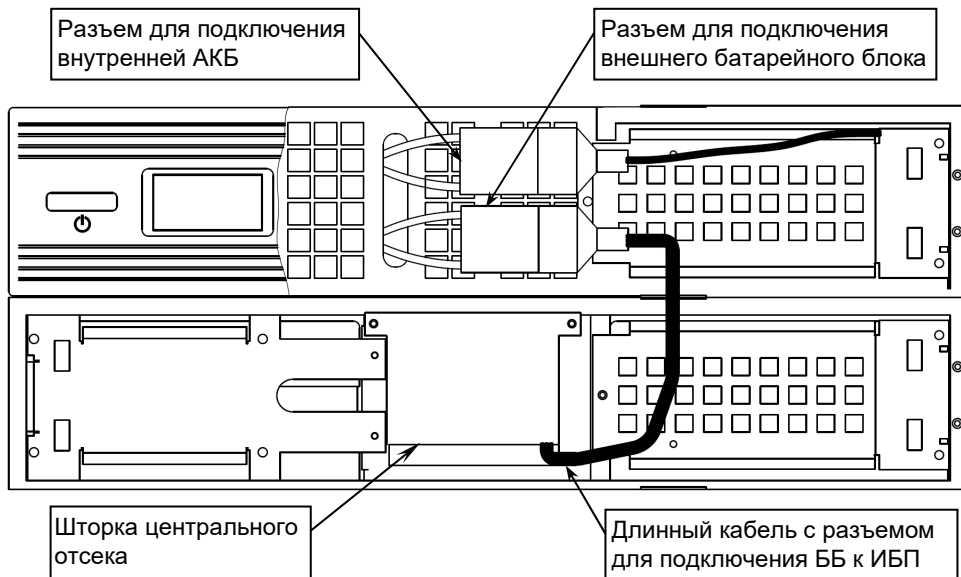
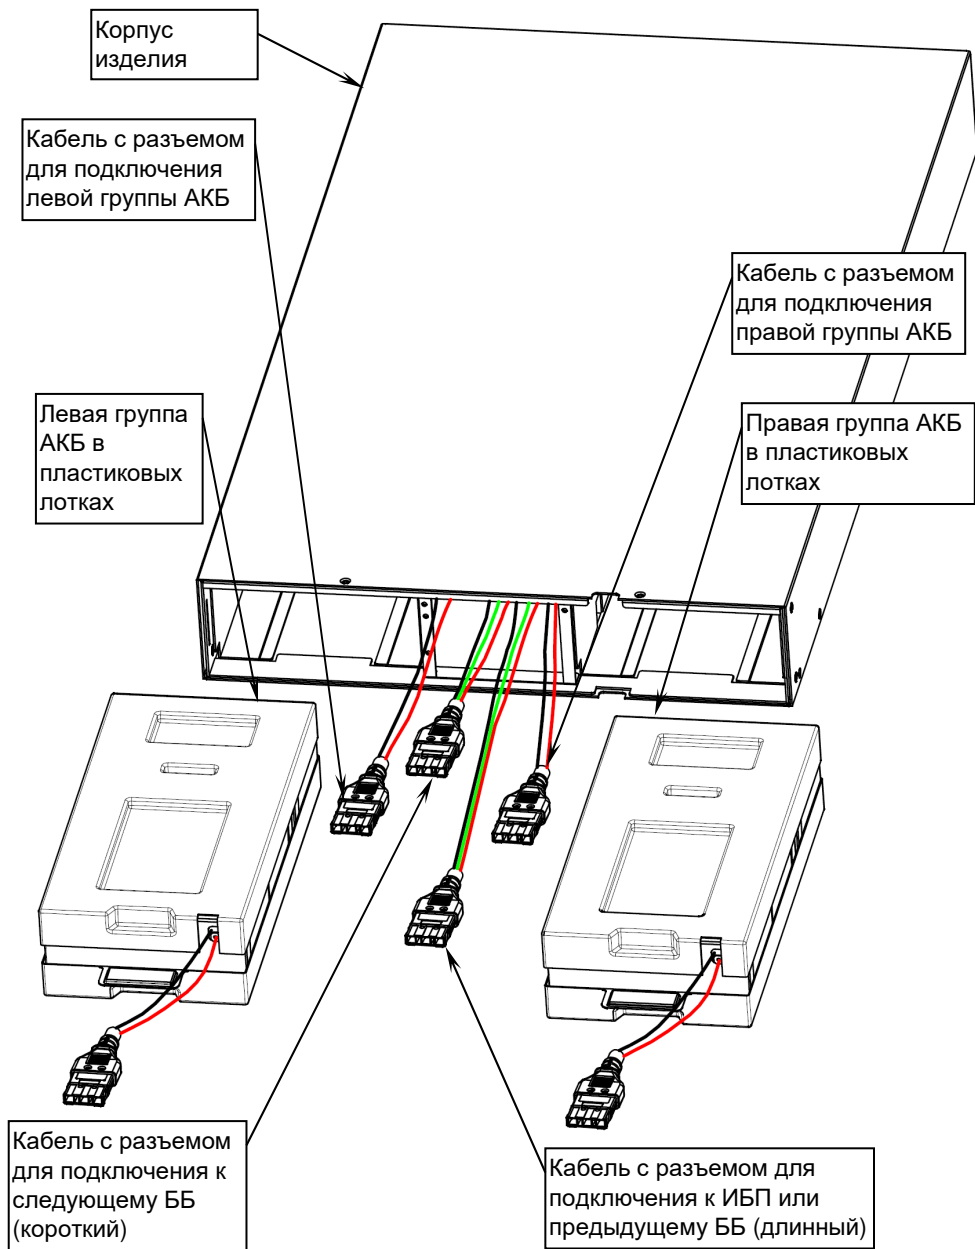

Рисунок 5 – схема подключения батарейного блока к ИБП
Рисунок 8 – Демонтаж и замена АКБ, назначение кабелей подключения
- Снимите шторку центрального отсека изделия, выкрутив два крепежных винта (см. рисунок 5) и осторожно вытащите трехпроводный кабель для подключения ББ к ИБП (длинный кабель с разъемом, см. рисунок 8).
- Подключите длинный кабель с разъемом к разъему ИБП (см. рисунок 5). При подключении может возникнуть небольшая дуга, это нормально и безопасно для персонала. Убедитесь в надежном соединении разъемов.
- снимите шторку центрального отсека, вытащите из него кабели с разъемами, соединяющими группы АКБ в лотках с батарейным блоком, разъедините разъемы (см. рисунок 5 и рисунок 8);